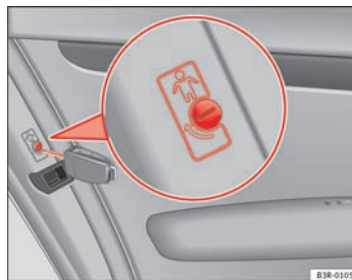

Fig. 77 Sécurité-enfants au niveau des portes arrière
- Tournez la clé dans le sens de la flèche → page 109, fig. 77.